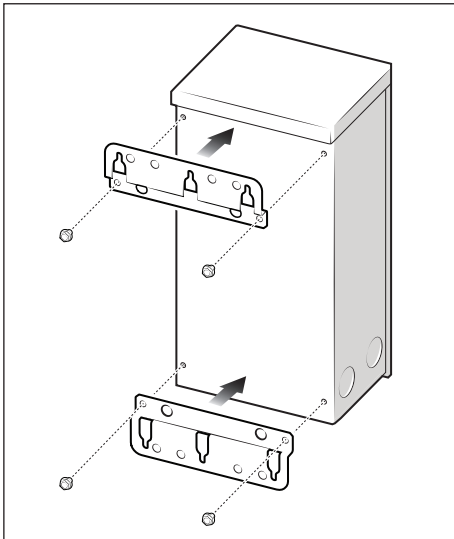

Figura 1. Instalación de soportes
2. Gire y sujete ambos soportes con tornillos de montaje en los mismos orificios de montaje (consulte la *Figura 1*).